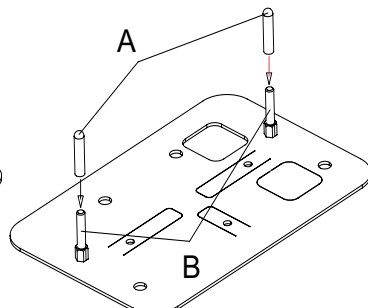

Fig. 4B
- 2) Enfiler les bouchons en caoutchouc (rep. A) sur les vis M8x50 (rep. B) préalablement insérées dans la plaque (Fig. 4B). Les bouchons sont indispensables et servent à éviter que le ciment ne se solidifie sur les vis, ce qui empêcherait de les retirer en cas de nécessité.